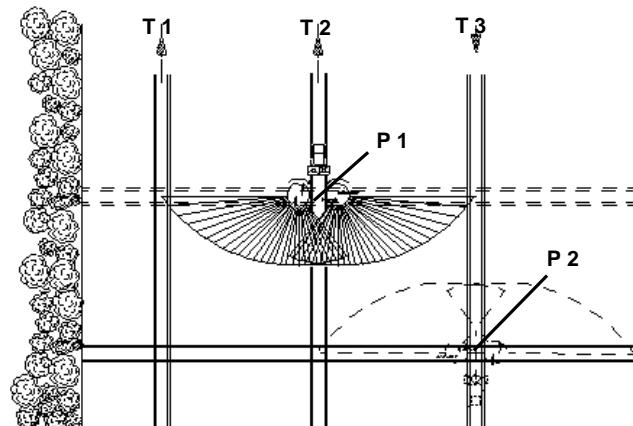

Рис. 42
**Открывайте заслонку** при "движении вперед" приблизительно в **точке P1** (Рис. 42), когда **распределитель** проходит 2-ю технологическую колею разворотной полосы (прерывистая линия).
**Закрывайте заслонку** при "движении назад" в **точке P2** (Рис. 42), когда **распределитель** находится на уровне первой технологической полосы разворотной полосы.